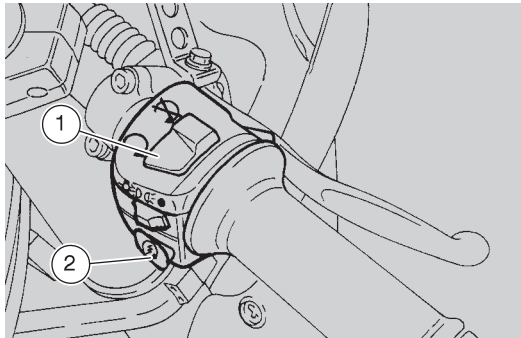

Fig. 23
- posizionare l'interruttore di arresto del motore (1-Fig. 23) in posizione "O";